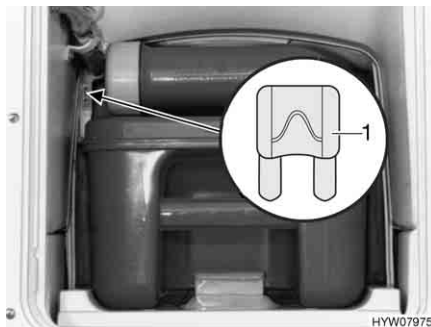
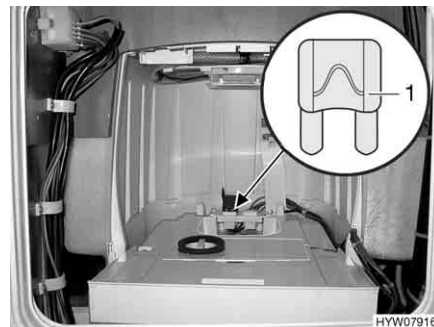

Fig. 82 Fusibile della toilette Thetford
Fig. 83 Fusibile della toilette Thetford (alternativa)
- Sostituire il fusibile (Fig. 82,1 o Fig. 83,1).